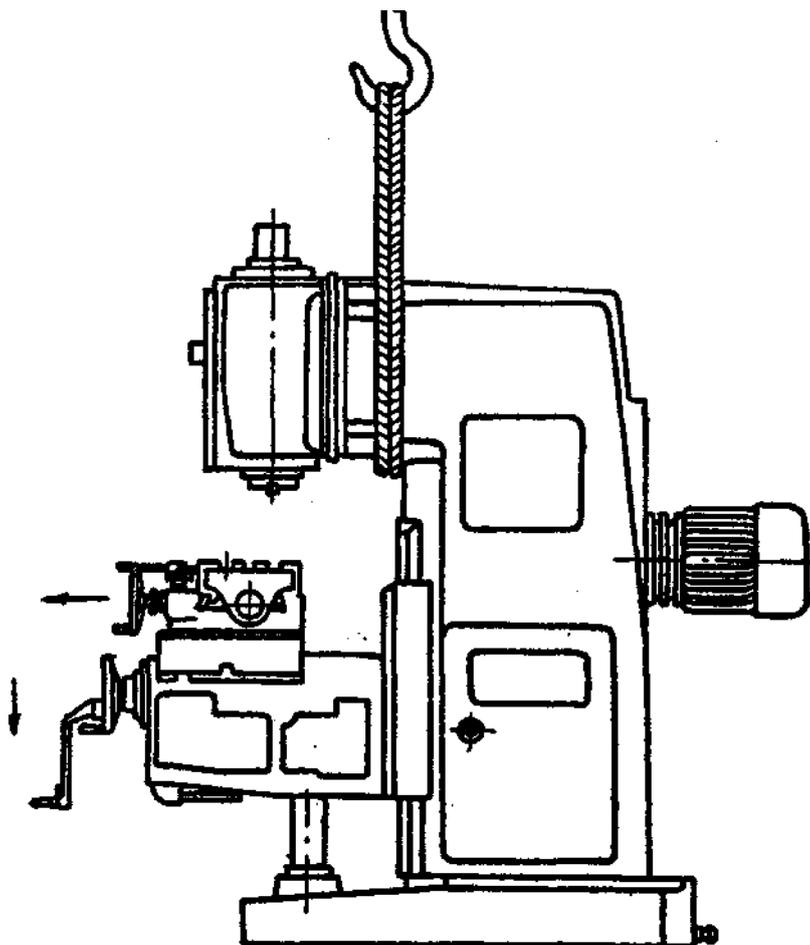

Рис. 37. Схема транспортировки станка
9.2. Транспортирование (рис.37).
Перед транспортировкой проверьте надежность зажима всех перемещающихся узлов. Салазки со столом и консоль необходимо сдвинуть в крайнее положение по стрелкам на рис. 37.